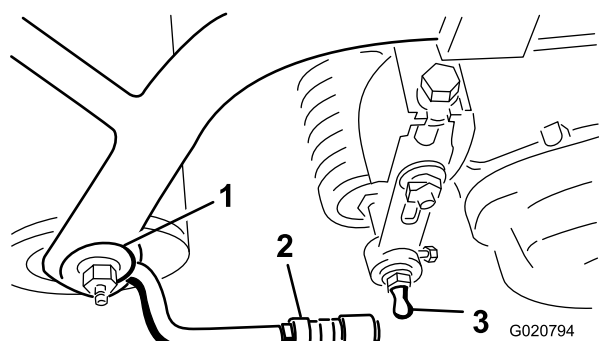

Figura 8
- Deslice hacia atrás el manguito del casquillo receptor de la articulación esférica y enganche el receptor sobre el espárrago con bola de la unidad de corte. Suelte el manguito para que pueda deslizarse sobre el espárrago, afianzando el conjunto (Figura 8).